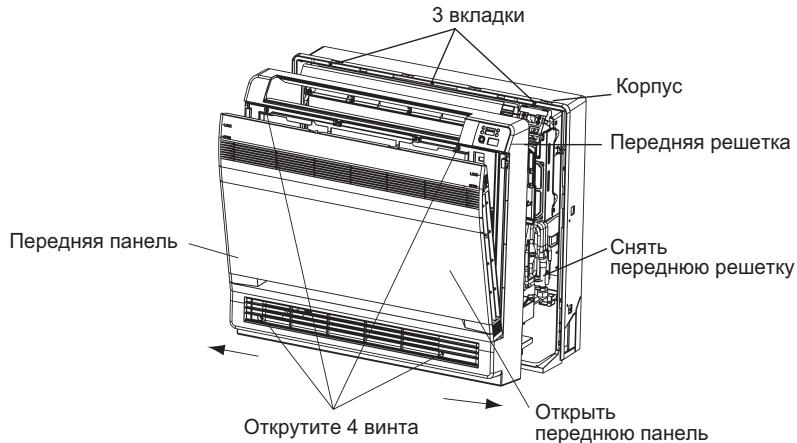

Рис.10.39
- Для крепления через отверстия к стене снимите переднюю панель, открутив 4 винта (см. рис. 10.39)